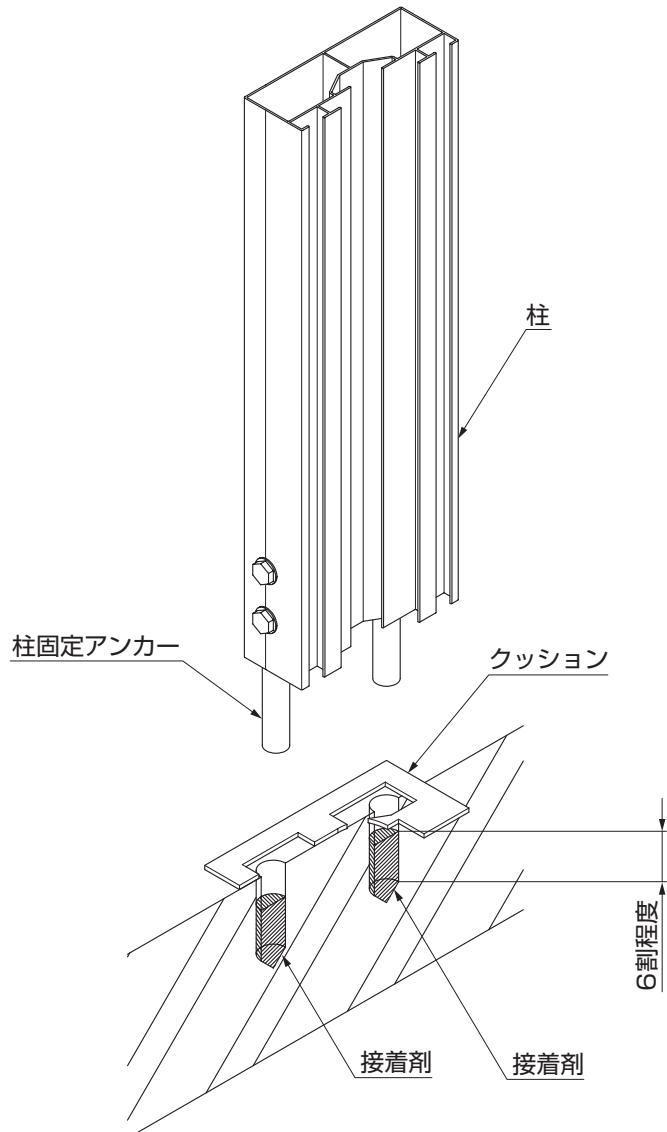

図2-12
- 孔に接着剤を空気が入らないように、深さの6割程度まで注入し、ただちに柱固定アンカーを組付けた柱を孔に差込んでください。(図2-12参照)
②柱固定アンカー埋込み後は、あて木をし、気温が5~10℃未満の場合は48時間、10~35℃の場合は24時間、柱が動かないようにしてください。